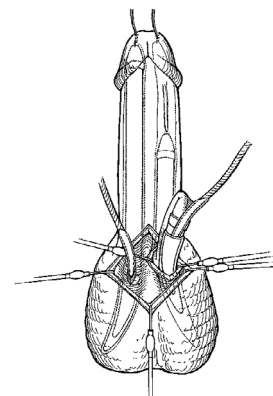
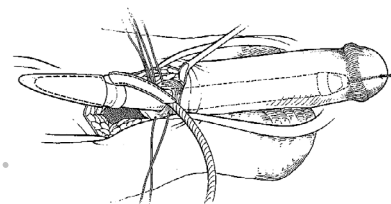

Figure 4-14a. Méthode pénéo-scrotale : insertion des cylindres
Figure 4-14b. Méthode infrapubique : insertion des cylindres
15. Repliez le cylindre sur lui-même, et poussez l'extrémité proximale du cylindre dans le corps caverneux proximal tout en étirant délicatement le pénis en direction distale (**Figure 4-14a, Figure 4-14b**). On peut également placer la partie en forme de U de l'instrument proximal à la jonction entre la tubulure de sortie et le cylindre, et se servir de l'instrument pour pousser l'extrémité proximale du cylindre dans le corps caverneux proximal tout en étirant délicatement le pénis en position distale. Le côté plus aplati de l'instrument doit être dirigé vers le cylindre.